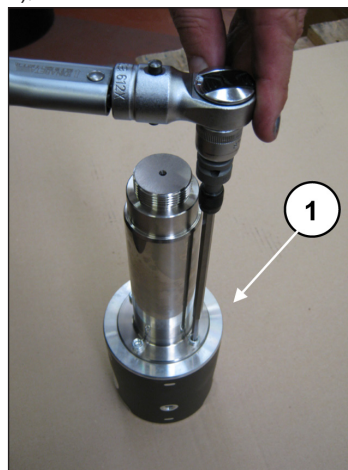

Fig. 47
Para separar a haste da guia do pistão, é necessário soltar os parafusos do cabeçote cilíndrico M6 com a chave apropriada (pos. ①, Fig. 47).